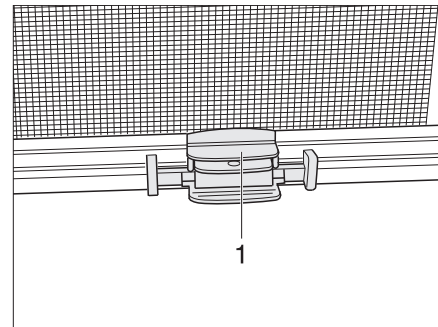

Bild 52 Rollo
- Abschluss-Stab (Bild 52,1) des Insektenschutzrollos in der Mitte greifen und zum Abschluss-Stab des Verdunklungsrollos führen.
- Abschluss-Stab (Bild 52,1) des Insektenschutzrollos halten und Rastklinge betätigen.